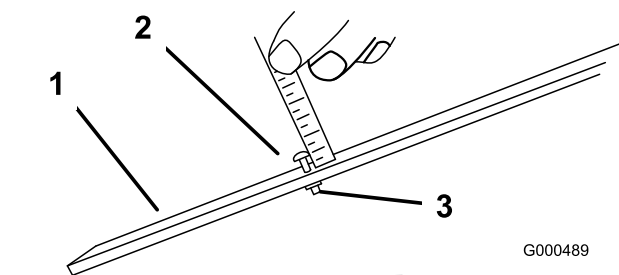

Figura 9
2. Desaperte a porca da barra indicadora e regule o parafuso de ajuste de altura para a altura de corte desejada. Figura 9 A distância entre a parte inferior da cabeça do parafuso e a face da barra é a altura de corte.